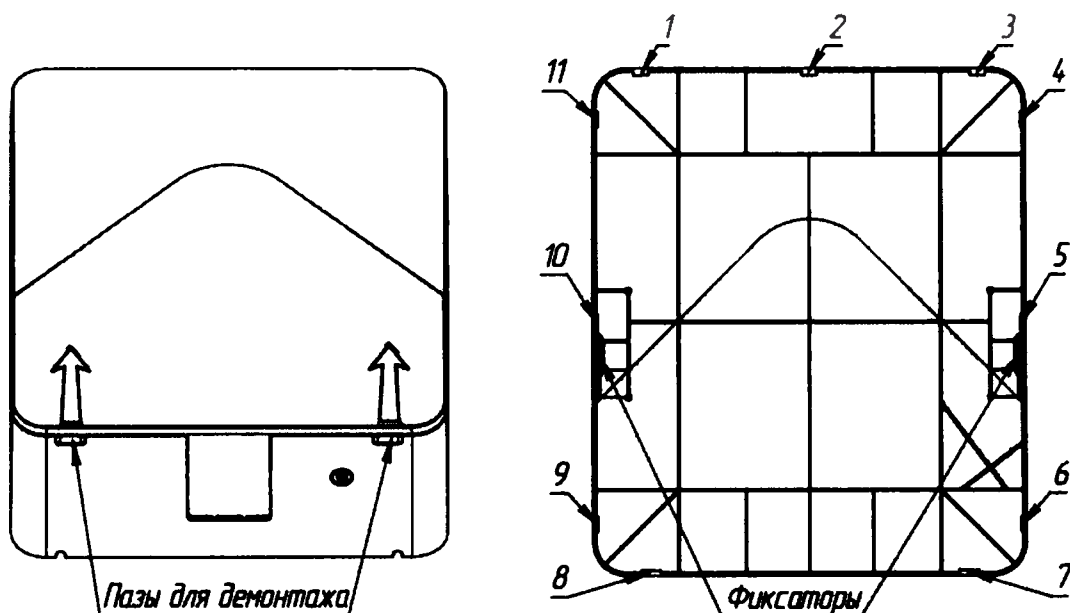

Рисунок 6.2 – Снятие сервисной панели и конструкция сервисной панели:
6.3.1 Снимите сервисную панель, используя пазы (рисунок 6.2).